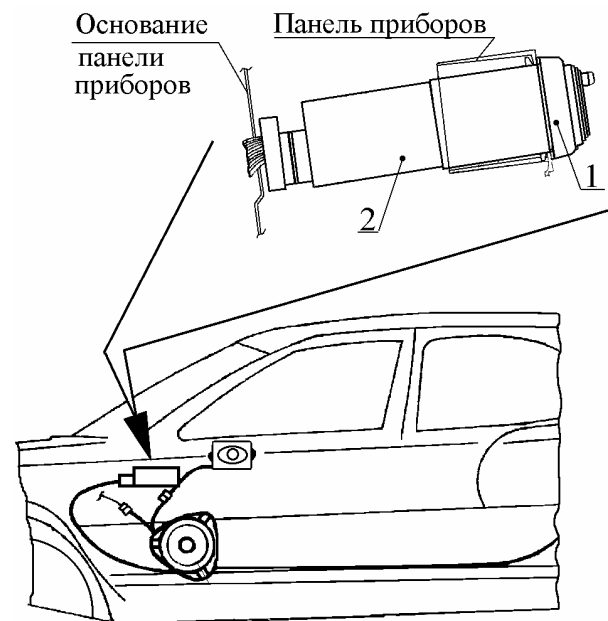

Рис. 2. Снятие магнитолы:
4.2.1. Снять магнитолу 1 (рис. 2), вынув ее из контейнера 2 согласно инструкции по эксплуатации магнитолы